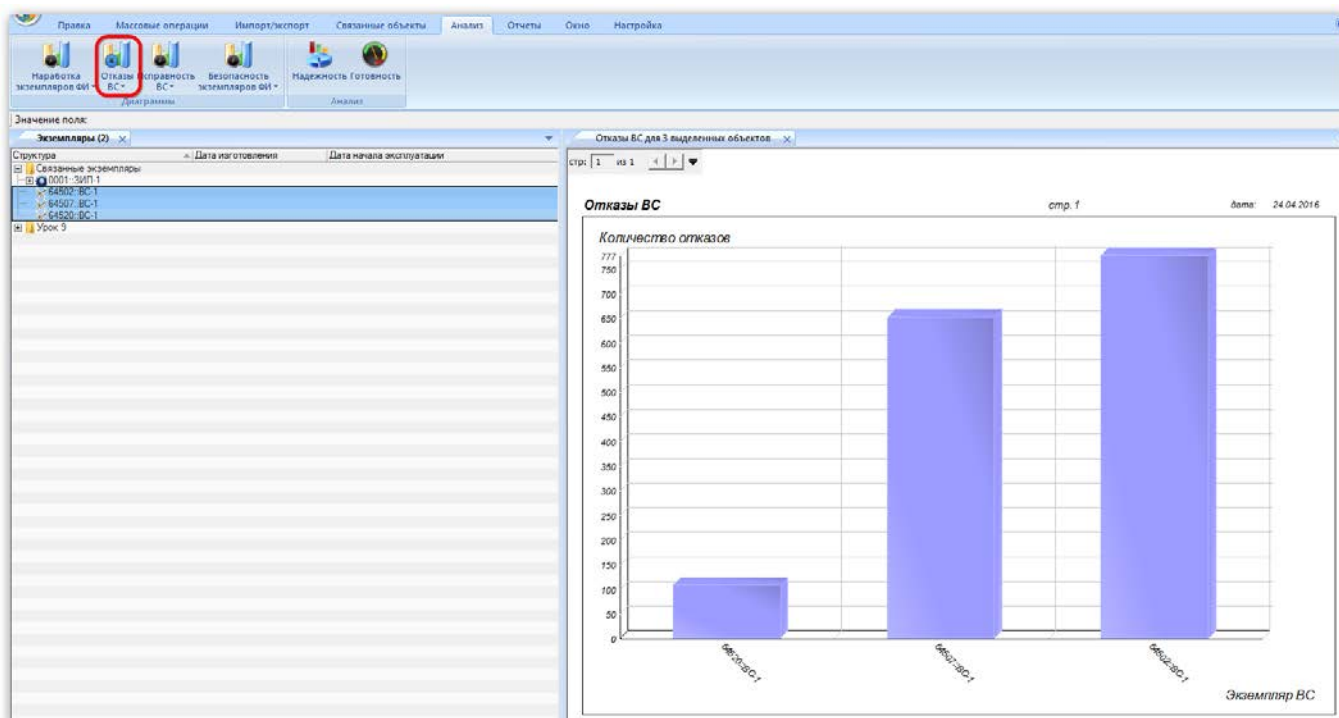

Рис. 13-321 – Построение диаграммы по отказам
4) В отдельном рабочем окне отображается диаграмма по отказам (рис. 13-321). Краткое описание инструментов панели «Файл» для диаграмм приведено в пункте «Панель «Диаграммы»», стр. 62.